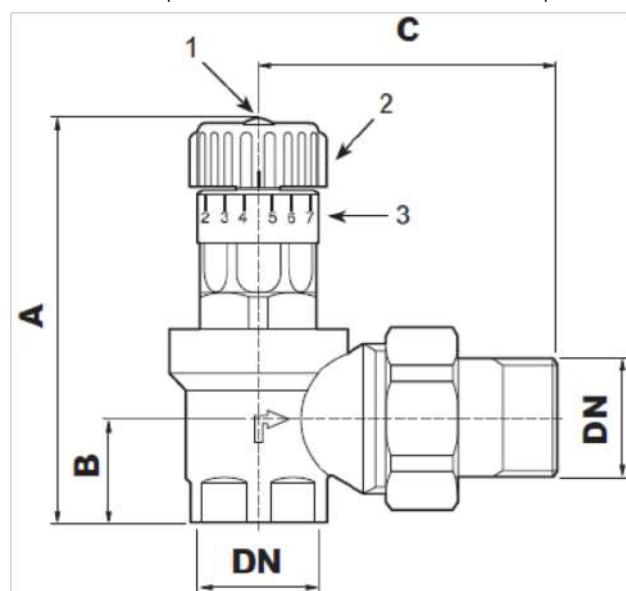

fig. 94 -
- Allentare la vite di bloccaggio della manopola (1) (vedi "fig. 94 -").
- Tarare la valvola alla pressione differenziale di apertura ΔP girando la manopola (2) (vedi "fig. 94 -").
- A taratura riavvitare la vite di fissaggio(1) (vedi "fig. 94 -").